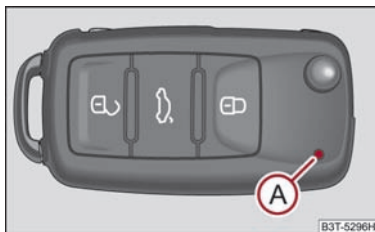
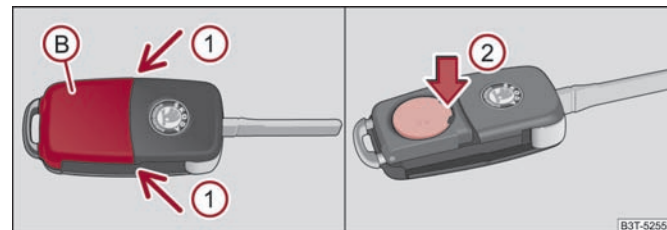

Abb. 23 Funkschlüssel
Abb. 24 Funkschlüssel - Deckel abnehmen / Batterie herausnehmen
Mit dem Fahrzeug werden zwei Funkschlüssel ⇒ Abb. 23 ausgeliefert.
Jeder Funkschlüssel enthält eine Batterie, die unter dem Deckel (B) untergebracht ist ⇒ Abb. 24. Wenn die Batterie entladen ist, blinkt nach dem Drücken einer Taste auf dem Funkschlüssel die rote Kontrollleuchte (A) ⇒ Abb. 23 nicht. Wir empfehlen Ihnen, die Schlüsselbatterie von einem autorisierten Škoda Servicepartner wechseln zu lassen. Falls Sie jedoch die entladene Batterie selbst wechseln wollen, gehen Sie wie folgt vor:
- Drücken Sie die Batterieabdeckung mit dem Daumen oder mit einem flachen Schraubendreher an den Stellen der Pfeile ① ab ⇒ Abb. 24.
- Durch Drücken der Batterie nach unten, an der Stelle des Pfeils ② nehmen Sie die entladene Batterie aus dem Schlüssel heraus ⇒ Abb. 24.
Diese Wahlfunktion ermöglicht die Entriegelung aller Türen, einzelner Türen, bei der Türen auf der linken oder rechten Fahrzeugseite oder gleichzeitiges Entriegeln der Fahrer- und Beifahrertür. Die anderen Türen und die Tankklappe bleiben verriegelt und werden erst nach nochmaligem Entriegeln mit der Entriegeltaste auf dem Funkschlüssel ⇒ Abb. 23 oder mit der Taste für Zentralverriegelung ⇒ Abb. 26 entriegelt.